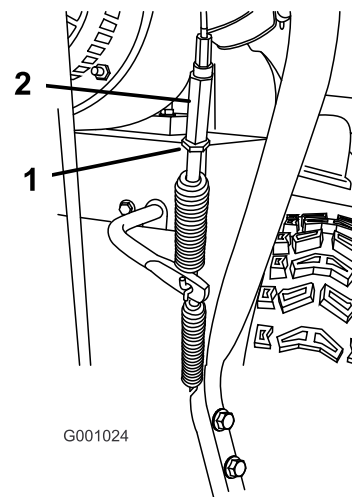

Figure 36
1. Desserrez l'écrou de blocage (Figure 36).
2. Desserrez ou serrez le tendeur de réglage de la tension du câble (Figure 36).